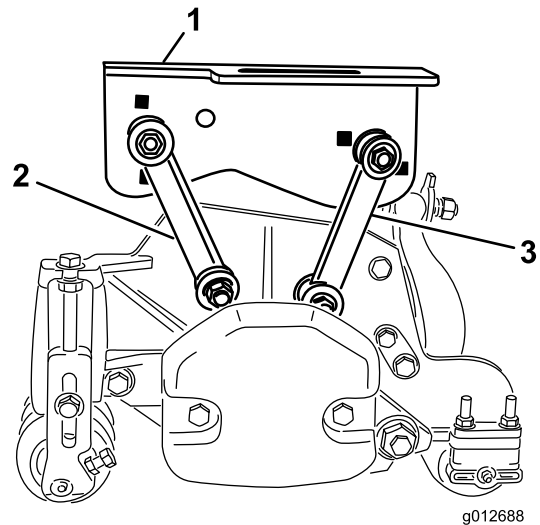

Figura 17
- Sujete los acoplamientos de montaje delanteros a los taladros centrales de los bastidores de tiro con un perno ( $3/8 \times 2\frac{1}{4}$ "), 2 arandelas planas y una contratuerca, según se muestra en Figura 17. Coloque una arandela en cada lado del acoplamiento al montarlo. Apriete las fijaciones a 42 N·m.
bastidores de tiro con un perno ( $3/8 \times 2\frac{1}{4}$ "), 2 arandelas planas y una contratuerca, según se muestra en Figura 17. Coloque una arandela en cada lado del acoplamiento al montarlo. Apriete las fijaciones a 42 N·m.